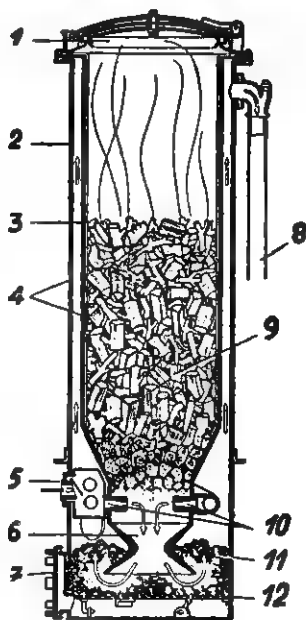

Рис. 37. Генератор „Imbert”.
Властивий генератор (рис. 37), це є котел з подвійними стін- ■ ■ ■ (4), прикритий покривкою (1), що служить рівночасно за вентиль безпеки. Внизу знаходиться огнище (6), під ним решето (12), на яке, при розпалі, накладаємо деревний вугіль (11) через